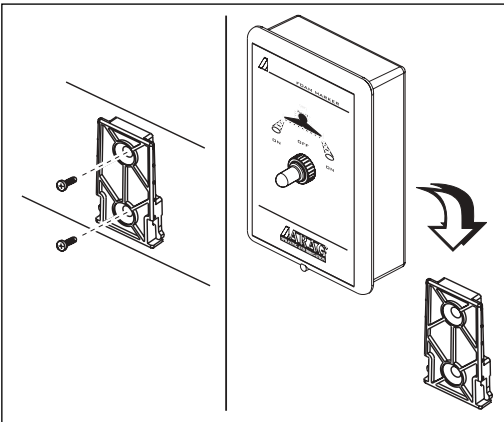

Abb. 9
- Den Steuerkasten in der Kabine befestigen: Richten Sie dabei den Befestigungsschlitten mit Hilfe der entsprechenden Schrauben (Abb. 9) an einem Punkt aus, an dem der Steuerkasten gut ersichtlich und leicht mit den Händen erreichbar ist, jedoch weit von sich in Bewegung befindlichen Organen resultiert; befestigen Sie den Steuerkasten dann durch Einfügen in den Schlitten und drücken Sie ihn dabei so lange nach unten, bis er als vollkommen festgeklammt resultiert.